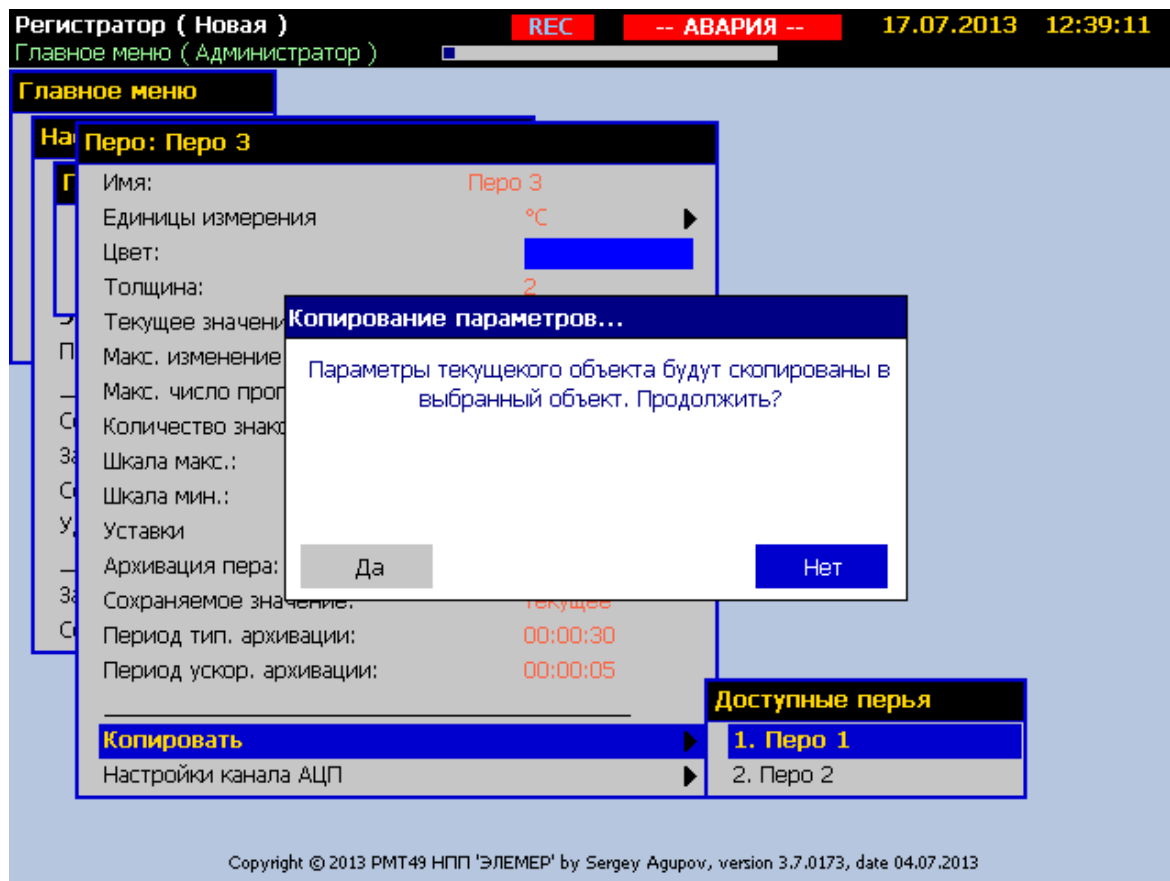

Рисунок 2.20
5) Копирование содержимого объектов (см. рисунок 2.20).